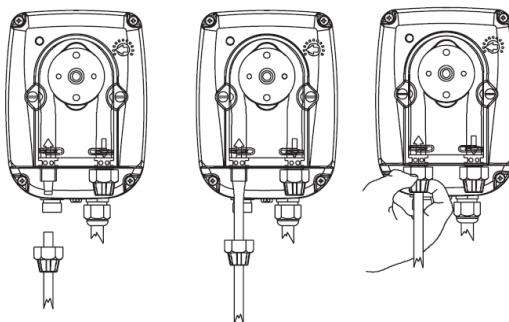

Abb. 6
- d. - Die Schläuche bis zum Anschlag auf die Anschlussstutzen schieben und anschließend mit passenden Rohrmuttern befestigen. (Abb. 6).